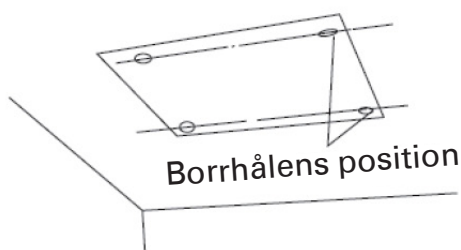

Fig.6
- (1). Använd installationsmallen och borra hålen för bultarna (4st). (Fig.6)